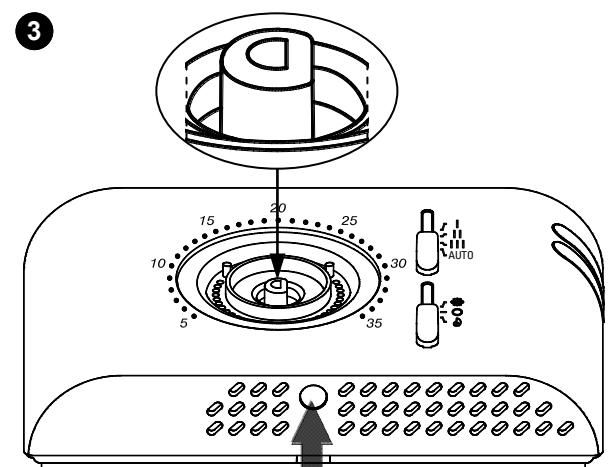

Fig. 4 - Abb. 4
- Empujar, con la ayuda de un destornillador, la lengüeta de plástica situada en la rejilla de la parte inferior hasta levantar levemente la tapa (Fig. 4).
- 3 À l'aide d'un tournevis, pousser la languette plastique située dans la fente en bas jusqu'à soulever légèrement la calotte (Fig. 4).